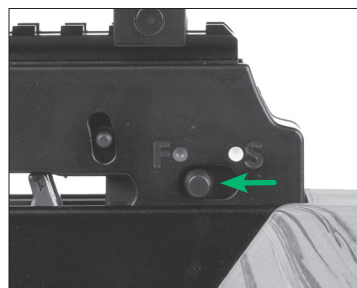

FIGURE 13
La sûreté est dégagée et l'arbalète est prête à être armée quand le cran de sûreté est passé de la position (S) (ENCLANCHÉE), sous le point blanc, à la position (F) (DÉGAGÉE), sous le point rouge, comme illustré à la figure 13.
L'arbalète pointant dans une direction sûre et chargée d'une flèche, faites glisser le cran de sûreté (partie 20) vers l'avant jusqu'à ce que vous entendiez et sentiez le dé clic du cran. La sûreté est dégagée et l'arbalète est prête à être armée ou à tirer quand le cran de sûreté est passé de la position (S) (ENCLENCHÉE), sous le point blanc, à la position (F) (DÉGAGÉE), sous le point rouge, comme illustré à la figure 13 de la page 4.
**ATTENTION :** N'UTILISEZ PAS LE CRAN DE PRÉPARATION À L'ARMEMENT (PARTIE 2) POUR DÉGAGER LA SÛRETÉ SI L'ARBALÈTE EST ARMÉE. AUTREMENT, VOUS DÉSACTIVEREZ LE MÉCANISME DE PROTECTION CONTRE LE TIR À VIDE. UTILISEZ UNIQUEMENT CE CRAN POUR DÉGAGER LA SÛRETÉ SI L'ARBALÈTE EST RÉGLÉE EN POSITION (S) (ENCLENCHÉE) ET QUE VOUS SOUHAITEZ ARMER L'ARBALÈTE.